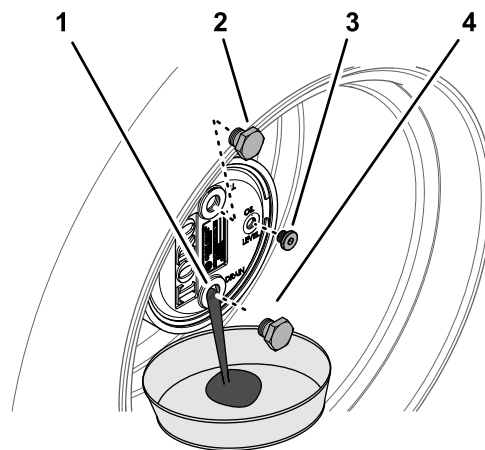

Figura 61
2. Rimuovete il tappo di riempimento nella posizione a ore 12 e il tappo di controllo nella posizione a ore 3 (Figura 61).
3. Mettete una bacinella sotto il mozzo del planetario, togliete il tappo di spurgo nella posizione a ore 6 e lasciate defluire l'olio (Figura 61).
5. Inserite il tappo di spurgo nel foro di spurgo dell'alloggiamento degli ingranaggi planetari (Figura 61).